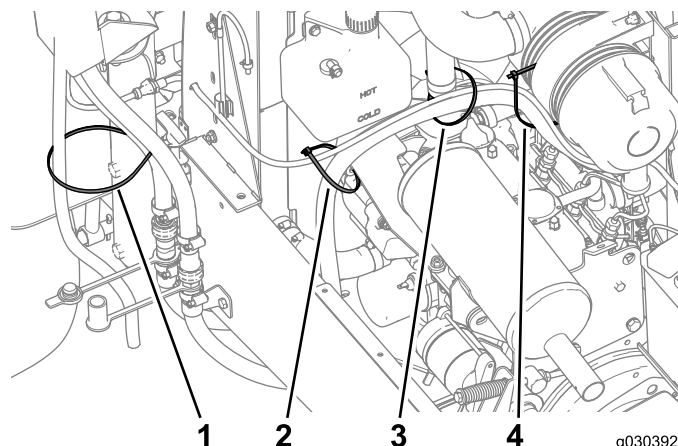
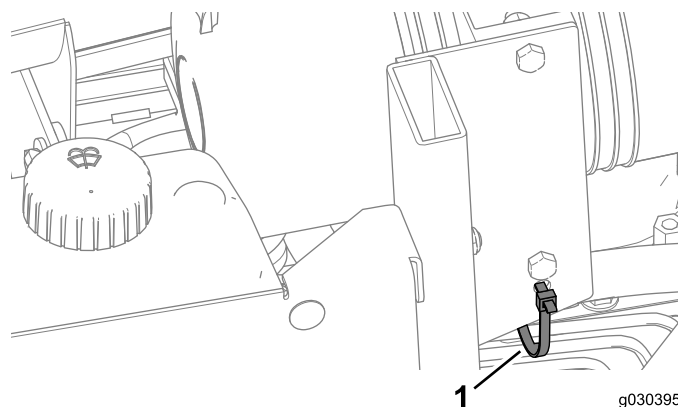

図 47
図 48
7. ホースをケーブルタイで固定する 図 47 と 図 48。